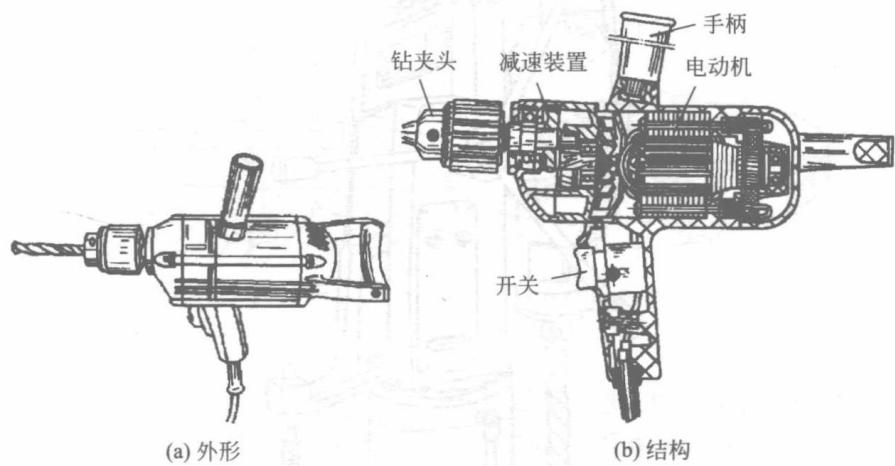

图 1-6 手提式电钻
② 手提式（如图 1-6 所示）。规格为 13mm，即最大钻削孔径为 13mm。